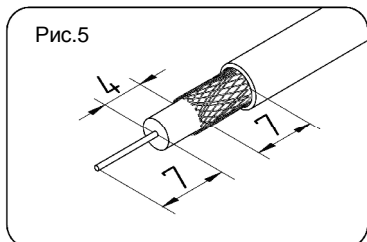

Рис.5
- 6.4. Для антенны L107.00 разделить один конец кабеля согласно рис. 5.
- 6.5. Для антенны L108.00 оба конца кабеля разделить согласно рис.5.